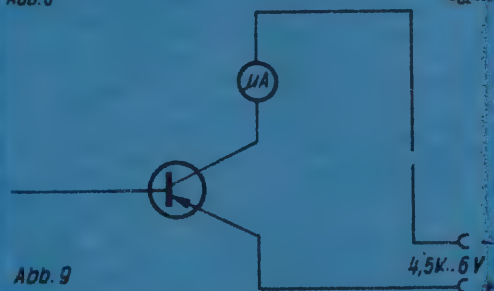

Abb. 9
4.1. Kollektor-Emitter-Reststrom I_{CEO} (Abb. 9)